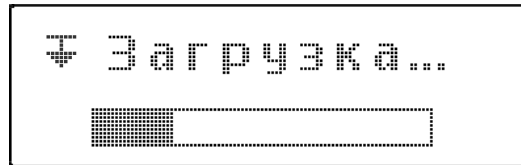

Рисунок 41.
- с помощью специального оборудования – устройства для считывания данных, аналогичного Tacho Drive plus (см. рисунок 41). Подключение устройства к тахографу производится через разъем для выгрузки данных – 2 (см. рисунок 41). При этом в тахографе должна быть установлена карта предприятия, и введен ее PIN-код.
- с помощью USB накопителя. Подключение USB накопителя к тахографу производится через USB разъем – 3 (см. рисунок 41). При этом в тахографе должна быть установлена карта предприятия, и введен ее PIN-код. Расшифровка информации, скопированной с тахографа производится с помощью специализированного ПО, аналогичного Tacho Speed.